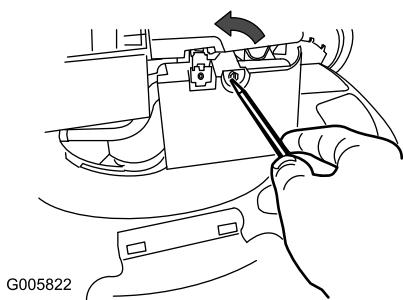

Figura 40
- Utilice un destornillador para abrir la tapa del filtro de aire (Figura 40).